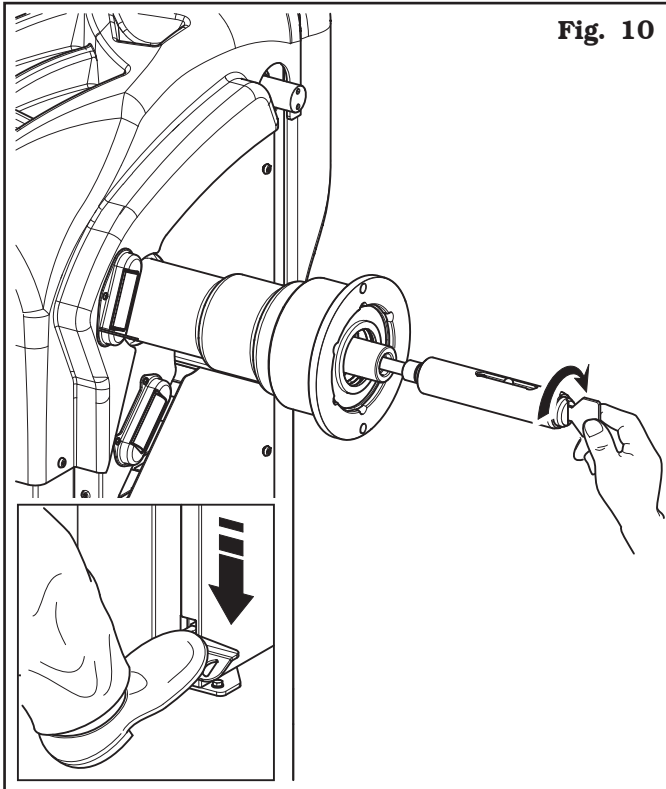

Fig. 10
2. Presionar el pedal del freno y simultáneamente atornillar el mandril interno hasta el tope, usando la llave que se suministra en dotación (**Fig. 10**).
- Desmontar el mandril externo, abrir el mandril neumático con el respectivo pedal y aflojar el mandril interno con la correspondiente llave (**Fig. 10**).